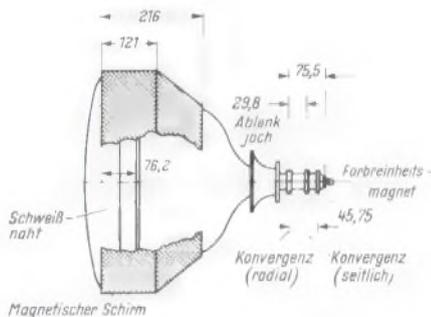

Bild 13a. Die RCA-Rechteck-Lochmaskenröhre mit Abschirmung und Ablenkmittel
Verschiedene japanische Rechteckröhren zeigen diese Fehler. Die RCA hat diesem Problem bei ihrer neuen Röhre besondere Aufmerksamkeit gewidmet. Bild 13a bis c zeigt die Einzelteile der RCA-Röhre (8). Das Maskenmaterial ist an einigen Stellen in den stabilen Rahmen gepunktet. Dies ist notwendig, weil die Maske – wie erwähnt – im Produktionsprozeß mehrfach aus dem Kolben genommen werden muß.